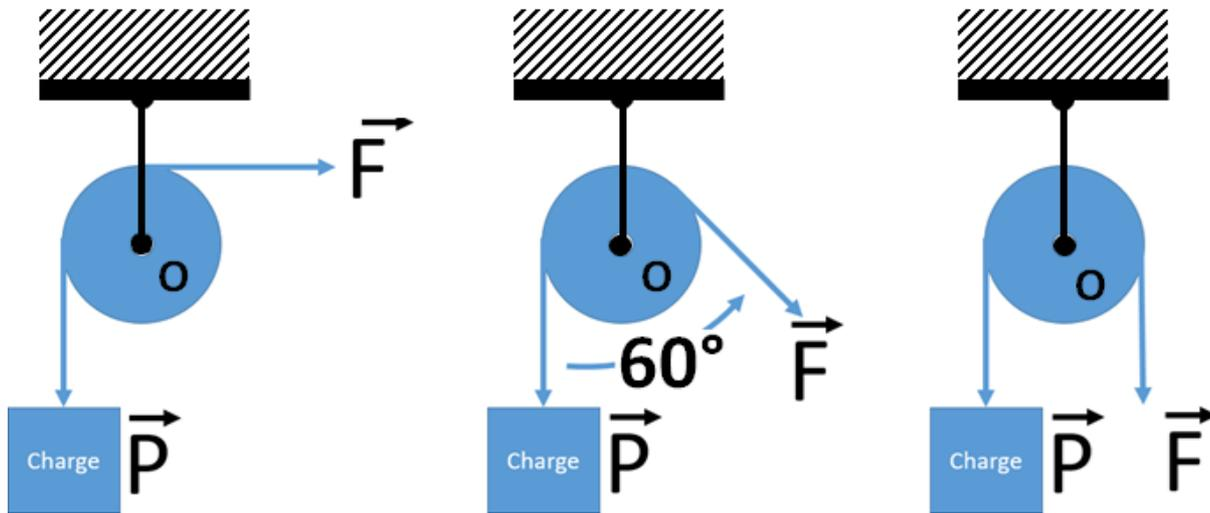

Fig. 1 : Poulie simple et effort au point d'ancrage
1. Donner la norme de la force résultante  $R$  au point d'ancrage ainsi que son orientation angulaire (sur la figure 1) dans les 3 cas cités en fonction de la charge  $P$ .